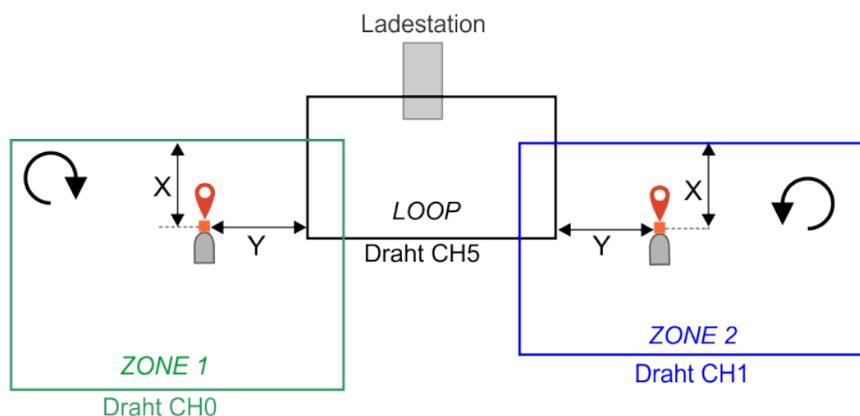

Abbildung 119: Infrastruktur
16. Positionieren Sie den Roboter an der gewünschten Stelle in ZONE 1. Dies muss sich auf die für ZONE 1 definierte Rückkehrrichtung beziehen. In diesem Beispiel ist dies im Uhrzeigersinn  wie in Abbildung 119: Infrastruktur (Seite 91) gezeigt. X muss > 5 m sein. Y muss > 10 m sein. Der Roboter muss in Richtung Draht fahren.
21. Positionieren Sie den Roboter an der gewünschten Stelle in ZONE 2. Dies muss sich auf die für ZONE 2 definierte Rückkehrrichtung beziehen. In diesem Beispiel ist dies gegen den Uhrzeigersinn  wie in Abbildung 119: Infrastruktur (Seite 91) gezeigt.